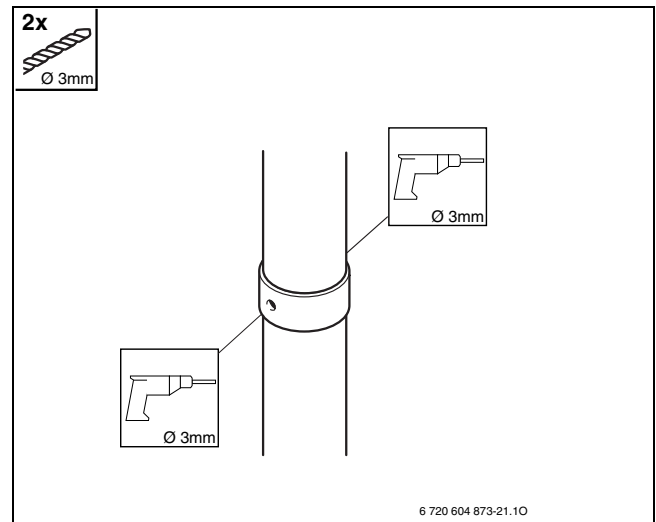

Fig. 31
► Eseguire due fori Ø 3 mm presso i condotti per l'aria comburente (come da Fig. 31). Profondità massima della foratura 8 mm! Evitare assolutamente di danneggiare i condotti di aspirazione/scarico!